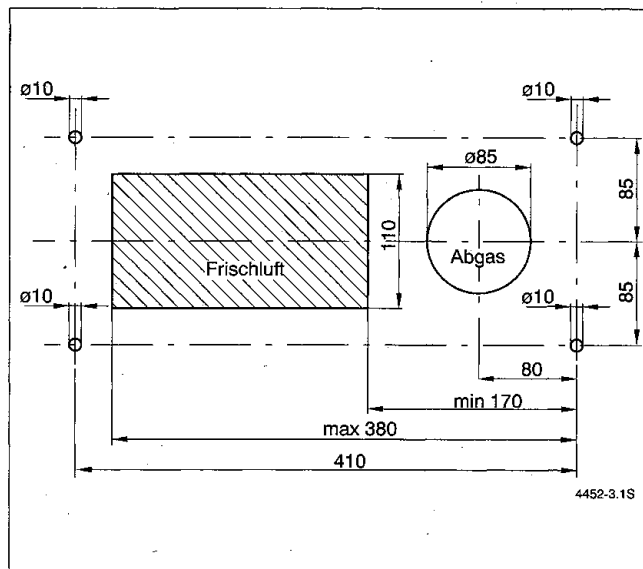
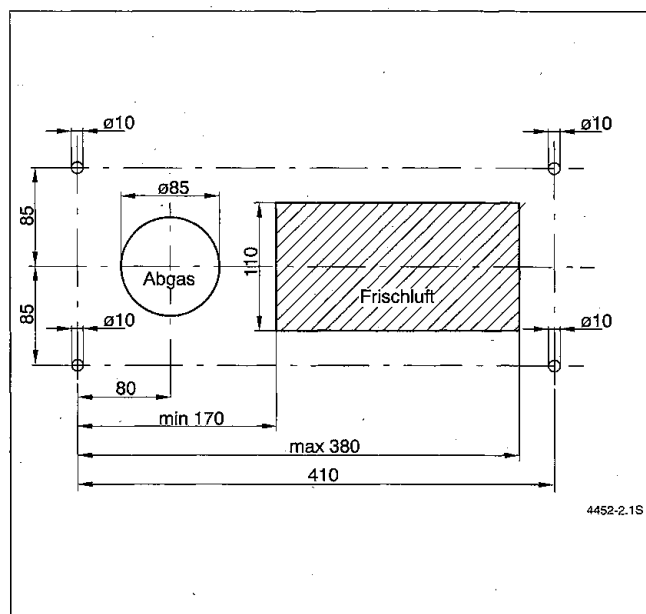

Bild 10
Bild 9
- Montageanschlußplatte (13) nach Installationsanleitung montieren.
- Bohrung mit $\varnothing 110$ mm oder eine quadratische Öffnung mit mindestens 10×10 cm am Luftschacht des Bestands-LAS anbringen (Bild 9 oder Bild 10).
- Bohren Sie die Befestigungslöcher ($\varnothing 10$) entsprechend Bild 9 oder Bild 10.